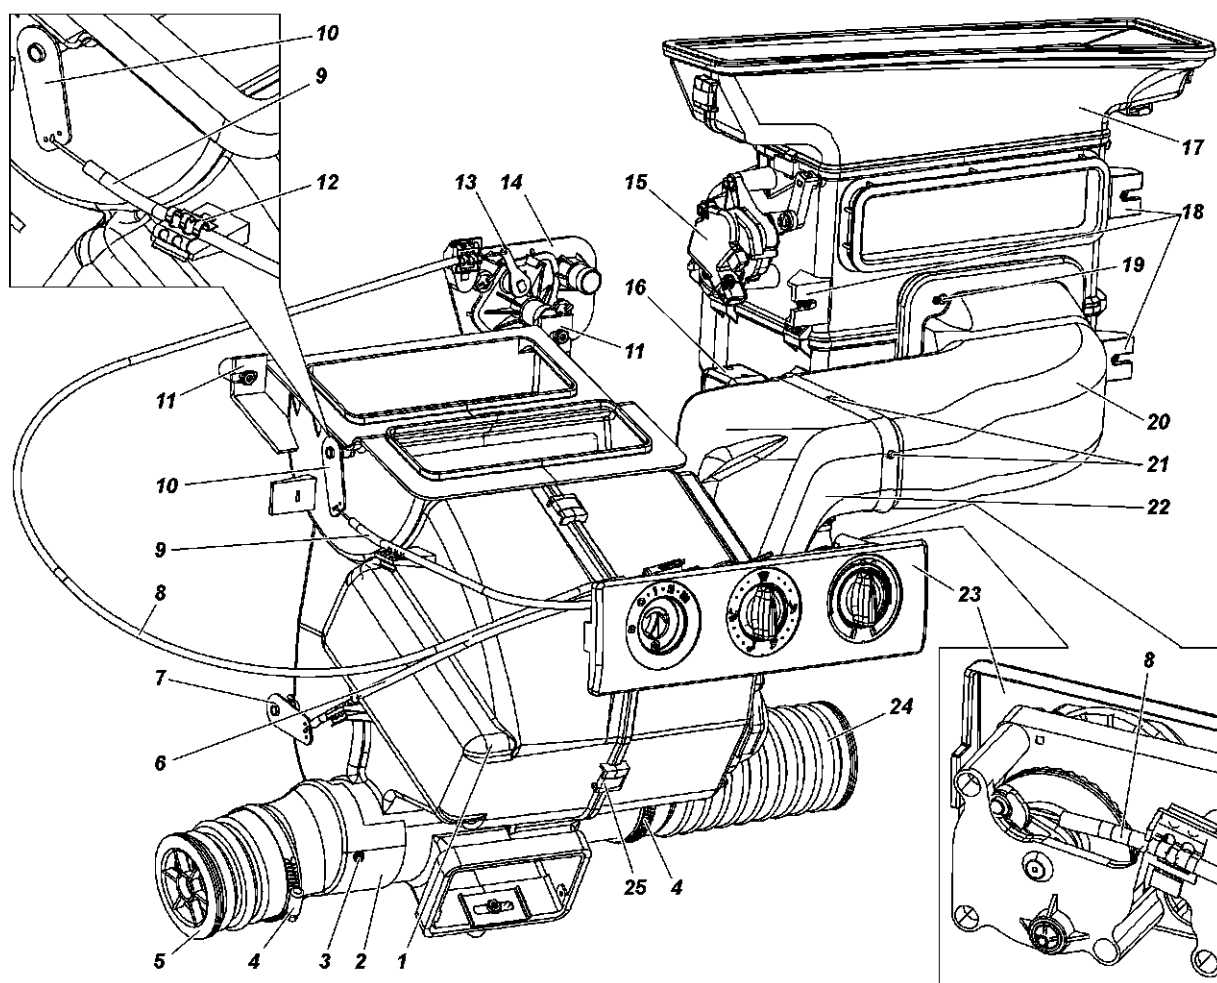

Рис. 15.32. Отопитель:
1. Отверните два винта крепления правого воздуховода 20 (рис. 15.32) к воздухозаборнику и винты 21, скрепляющие воздуховоды. При необходимости снимите установленный в правом воздуховоде 20 добавочный резистор.
8. Отверните три гайки крепления отопителя (две гайки на кронштейнах 11 (см. рис. 15.32) и одна в патрубке для воздуховода обогрева ног задних пассажиров), снимите шайбы и пластину. Снимите отопитель с болтов щитка передка, выньте пластмассовые втулки.